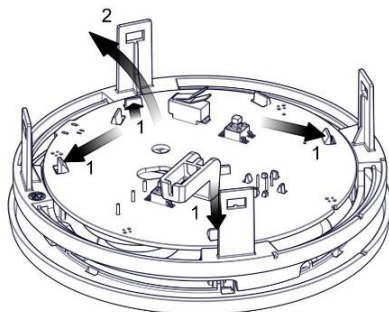

Figura 15
4. Staccare la scheda elettronica dai supporti ad incastro (vedere Figura 15).